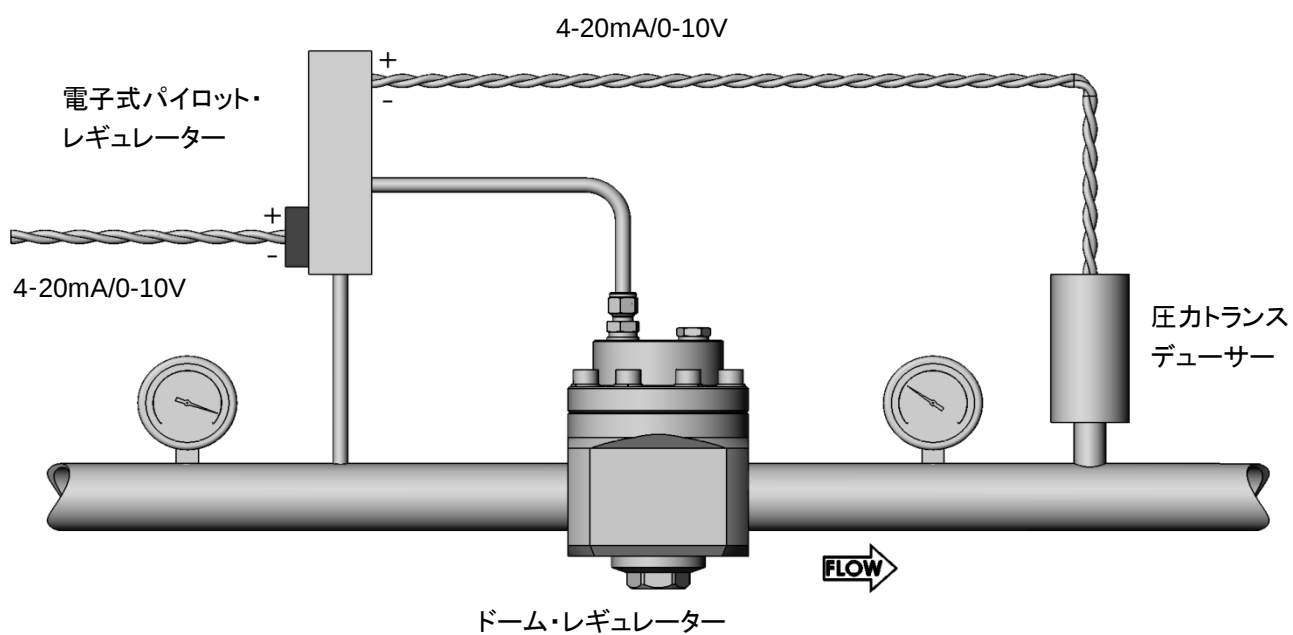

図 4
- **電子式による調整**：この手法で使用する電子式パイロット・レギュレーターはシステム圧力を利用し、圧カトランスデューサーと共に、ドーム内の圧力を直接調整します（図 4）。メインのレギュレーターの二次側圧力は、電子式レギュレーターの二次側圧力により制限されます。この手法は、液体用途には適していません。